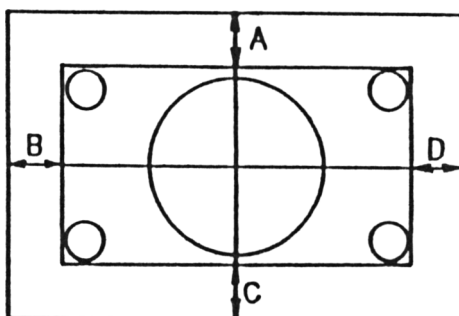

Figure 1
2. Mit Regler VR404 das Testbild wie in Abbildung 1 einstellen.
2. Adjust the VR404 so that the Border Size become as shown below. (Refer to Fig. 1)